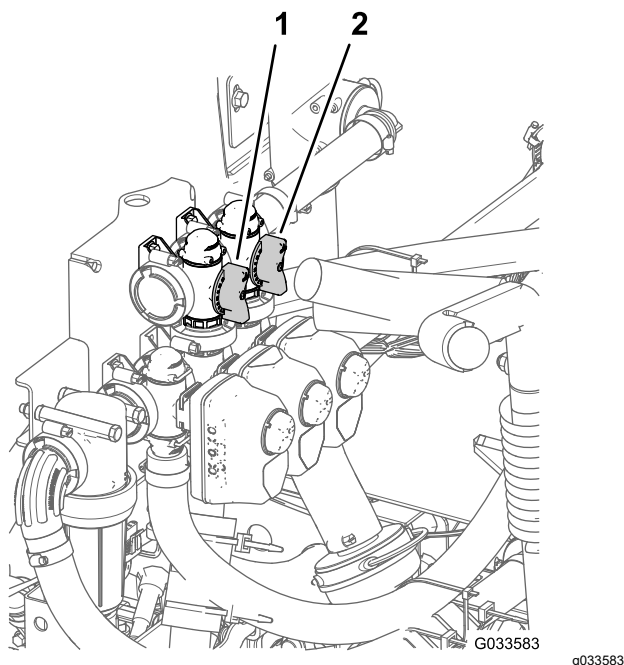

Figure 87
11. Réglez la vanne de dérivation (Figure 87) à l'arrière de la vanne d'agitation jusqu'à ce que la pression indiquée soit 6,9 bar.
8. Déplacez plus ou moins la poignée de dérivation générale des sections de manière à réguler l'agitation à l'intérieur de la cuve (Figure 87).